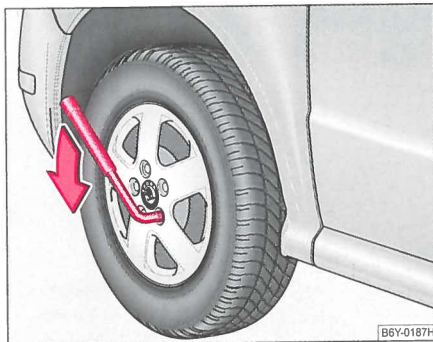

Fig. 160 Hjulskift:
- Tag fat i nøglens ende og drej bolten ca. **én** omdrejning mod venstre ⇒ fig. 160.